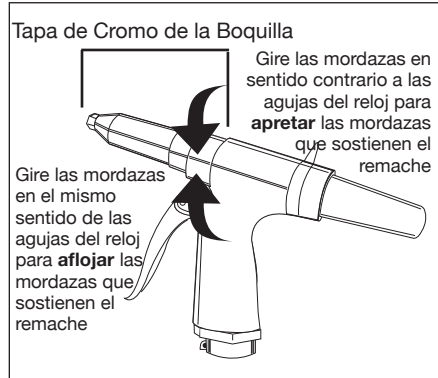

Figura 2
1. Sostenga la pistola con el extremo de la boquilla dirigida en dirección opuesta a usted. Quítele la tapa de cromo a la boquilla (Vea la Figura 2).
3. Gire las mordazas en sentido contrario a las agujas del reloj para apretar las mordazas que sostienen el remache. Gire las mordazas en el mismo sentido de las agujas del reloj para aflojar las mordazas que sostienen el remache (Vea la Figura 2).